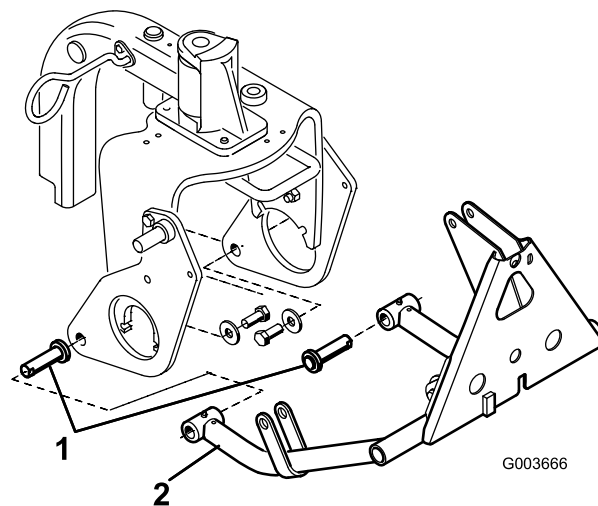

Рисунок 13
- Вставьте цилиндрический штифт в каждую трубку толкающего рычага, как показано на Рисунок 13.
- Вставьте трубки толкающего рычага в правую и левую плужные пластины, совместив направляющие цилиндрического штифта с отверстиями в плужных пластинах (Рисунок 13).
- Установите каждый цилиндрический штифт на каждой плужной пластине с помощью болта (5/8 x 1-1/2 дюйма) и шайбы (наружный диаметр 1,68 дюйма x внутренний диаметр 0,65 дюйма), как показано на Рисунок 13.